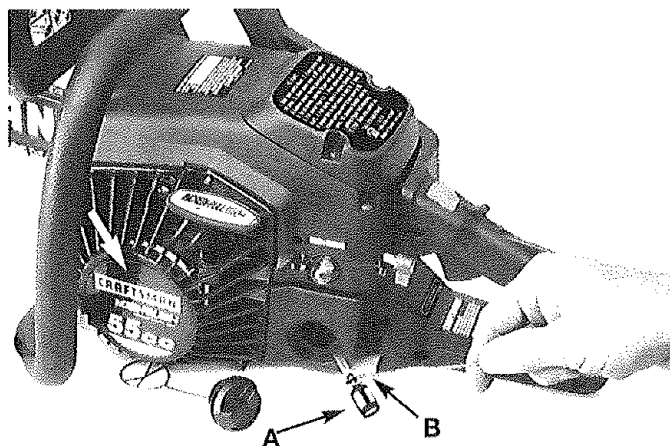

Fig. 32
1. Saque el filtro (A) del tanque con un cable doblado (B) o una aguja larga. Desconecte el filtro y tírelo (Fig. 32).